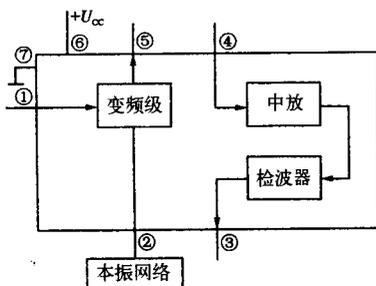

图 1-22 集成电路内电路框图示例
集成电路内电路框图是一个十分常见的框图。集成电路内电路的组成情况可以用内电路或内电路框图来表示,由于集成电路内电路十分复杂,所以在许多情况下用内电路框图来表示集成电路的内电路组成情况更利于识图。从集成电路的内电路框图中可以了解到集成电路的组成、有关引脚作用等识图信息,这对分析该集成电路的应用电路是十分有用的,如图 1-22 所示是某型号收音机放集成电路的内电路框图。集成电路一般引脚比较多,内电路功能比较复杂,所以在进行电路分析时最好能
① 了解整机电路图中的信号传输过程时,主要是看图中箭头的方向,箭头所在的回路表示了信号的传输通路,箭头方向表示了信号的传输方向。在一些音响设备的整机电路框图中,左、右声道电路的信号传输指示箭头记忆采用实线和虚线来分开表示。
② 记忆一个电路系统的组成时,由于具体电路太复杂,所以要用框图。在框图中,可以看出各部分电路之间的相互关系(相互之间是如何连接的),特别是控制电路系统,可以看出控制信号的传输过程,控制信号的来路和控制的对象。
③ 分析集成电路的应用电路过程中,没有集成电路的引脚作用资料时,可以借助于集成电路的内电路框图来了解、推理引脚的具体作用,特别是可以明确地了解哪些引脚是输入脚,哪些是输出脚,哪些是电源引脚,而这三种引脚对识图是非常重要的。当引脚引线的箭头指向集成电路外部时,这是输出引脚;箭头朝里指向是输入引脚。
举例说明:如图 1-22 所示框图,集成电路的①脚引线箭头向里为输入引脚,说明信号是从①脚输入到变频级电路中,所以①脚是输入引脚。⑤脚引脚上的箭头方向朝外,所以⑤脚是输出引脚,变频后的信号从该引脚输出。④脚也是输入引脚,输入的是中频信号。③脚也是输出引脚,输出经过检波后的音频信号。